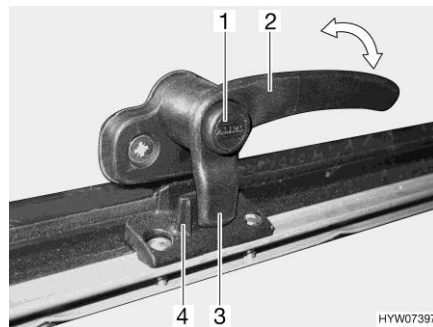
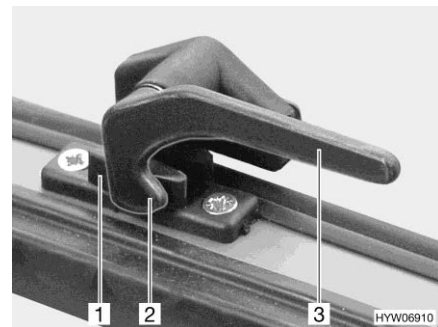

Bild 68 Verriegelungshebel mit Sicherungsknopf in Stellung "geschlossen"
Bild 69 Verriegelungshebel in Stellung "geschlossen"
- Wenn vorhanden, Sicherungsknopf (Bild 68,1) drücken und gedrückt halten.
- Den Verriegelungshebel (Bild 68,2 oder Bild 69,3) eine viertel Umdrehung zur Fenstermitte hin drehen.
- Den Verriegelungshebel (Bild 68,2 oder Bild 69,3) eine viertel Umdrehung zum Fensterrahmen hin drehen.
Die Verriegelungsnase (Bild 68,3 oder Bild 69,2) am Verriegelungshebel liegt komplett auf der Innenseite der Fensterverriegelung (Bild 68,4 oder Bild 69,1).
- in Stellung "fest verschlossen" (Bild 68 und Bild 69)